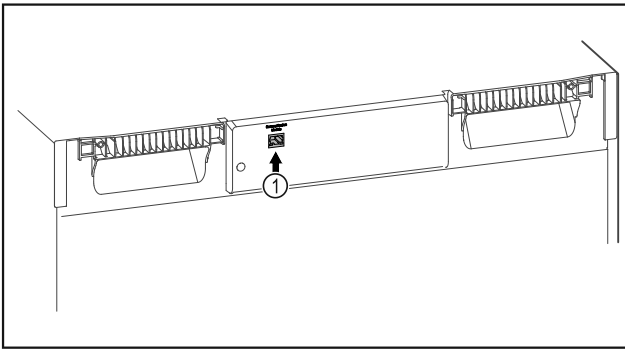

Fig. 88
- Το SmartModule Fig. 88 (1) χρησιμοποιείται.